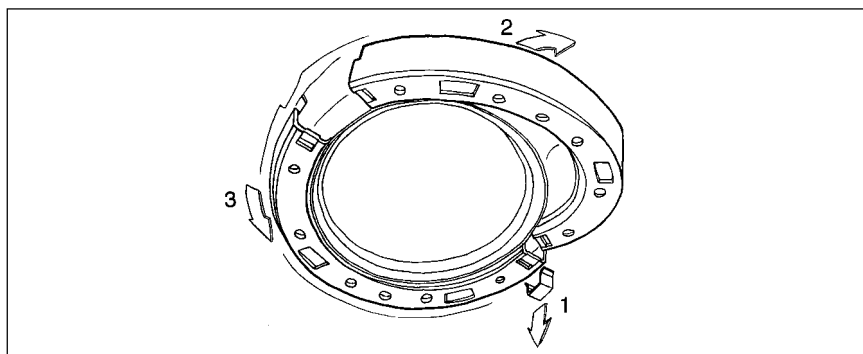

Рис. 17
- Замена кольца фланца - см.рис.17.